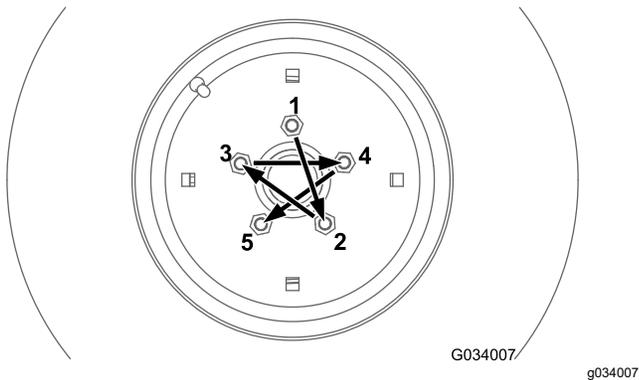
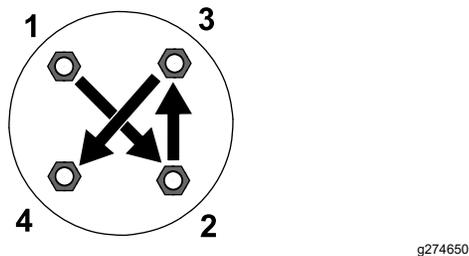

Figura 66
Figura 67
Apriete las tuercas de las ruedas delanteras y traseras (máquinas con tracción a 4 ruedas solamente) al par especificado usando el patrón ilustrado en la Figura 66 y la Figura 67.
- Ruedas delanteras: consulte Figura 66
- Ruedas traseras (máquinas con tracción a 4 ruedas solamente): consulte Figura 67